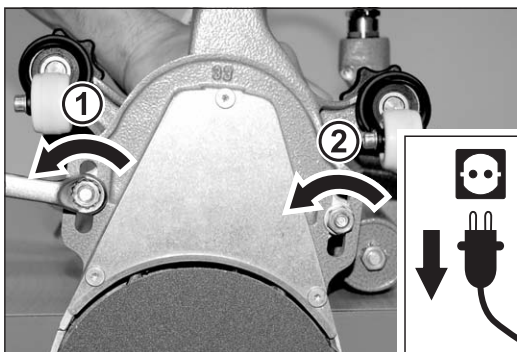

Abb. 46 Die beiden Muttern, mit denen der Vorsatz befestigt ist, mit dem Ringschlüssel lösen (1 + 2).
- 3 Lösen Sie mit dem Ringschlüssel aus der Werkzeugtasche die beiden Muttern, die den Vorsatz am Ventilatorgehäuse befestigen (Abb. 46, 1 + 2).
- 3** Lösen Sie mit dem Ringschlüssel aus der Werkzeugtasche die beiden Muttern, die den Vorsatz am Ventilatorgehäuse befestigen (Abb. 46, 1 + 2). Nehmen Sie die Muttern und die Scheiben ab.